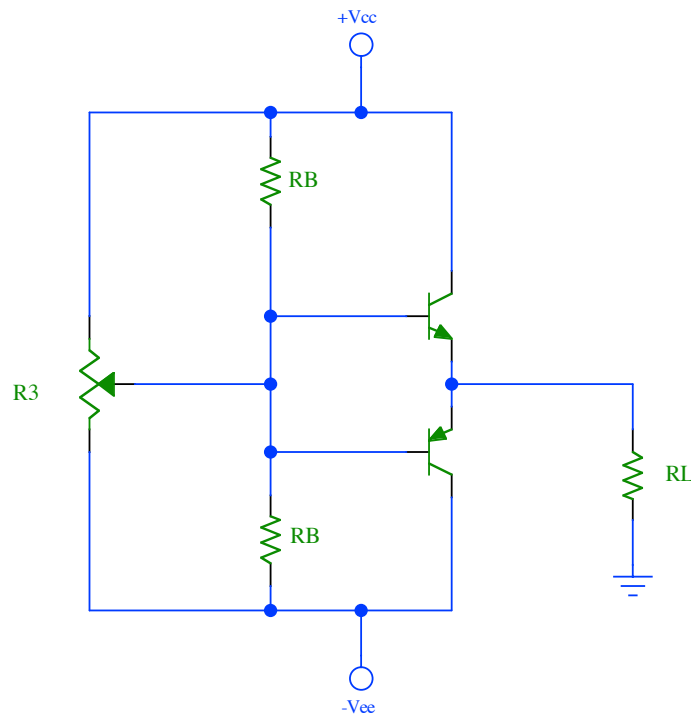

Figura 6.1: Amplificador en configuración de simetría complementaria “push-pull”.
1. Calcular los valores de los elementos y armar el circuito mostrado en diagrama de la Figura 6.1.